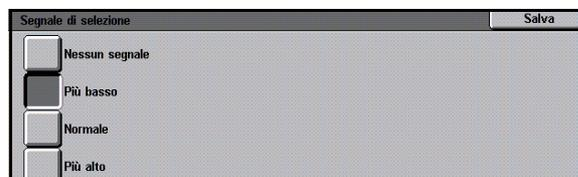

Fig. 13: Schermata Segnale di selezione
- Per gli altri segnali (Fig. 13), selezionare **Nessun segnale**, **Più basso**, **Normale** o **Più alto**.